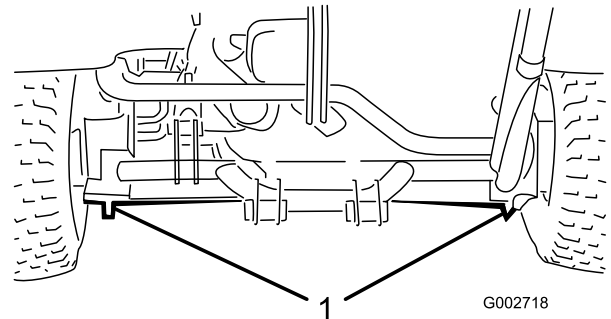

Bild 17
- Linke und rechte Seite: Unter dem hinteren Radmotor oder dem Rahmen (Bild 17).